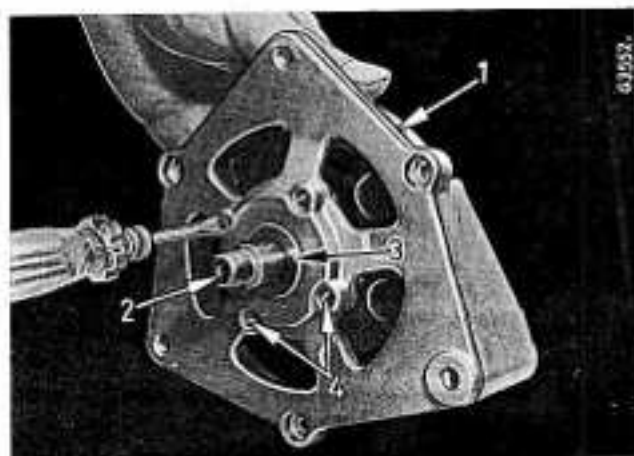

Bild 221
Nach Entfernen der Zugschrauben ist das Antriebslager (1) einschließlich Läufer (2) abnehmbar, Bild 221.